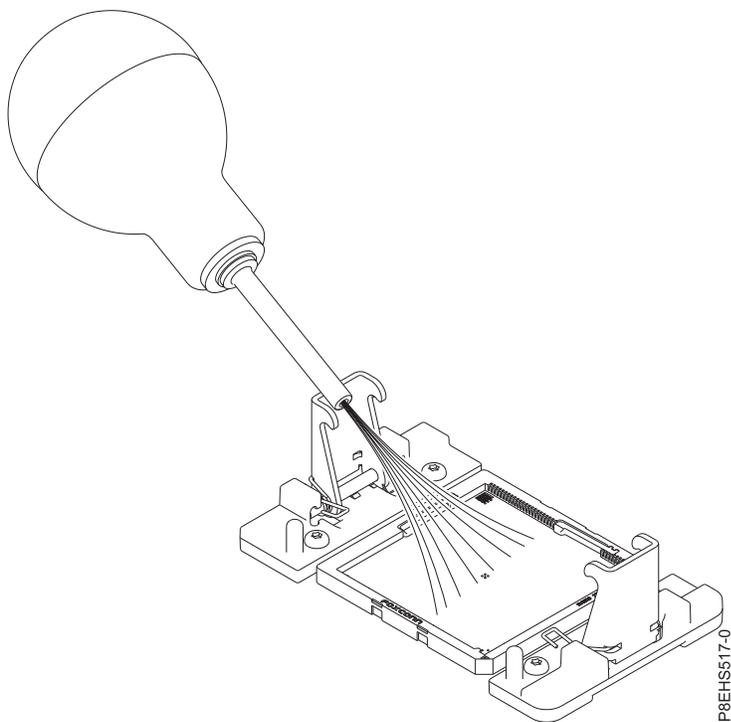

図 99. システム・プロセッサ・ソケットからほこりやごみを除去
- a. システム・プロセッサ・ソケットにほこりやごみが付着している場合は、提供されているエアポンプ (部品番号 45D2645) を使用してソケットをきれいにします。ソケットの中央から四方に向けて空気を少しずつ吹き出します ( 101 ページの図 99 を参照)。